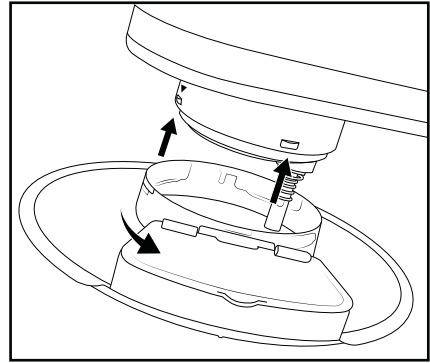

Fig. 1
- Sæt låget **9** på, så pilen ▼ på svingarmen **1** peger mod midten af pilen ↔ på låget **9** (fig. 1). Påfyldningshjælpen **8** vender dermed mod forsiden af produktet.